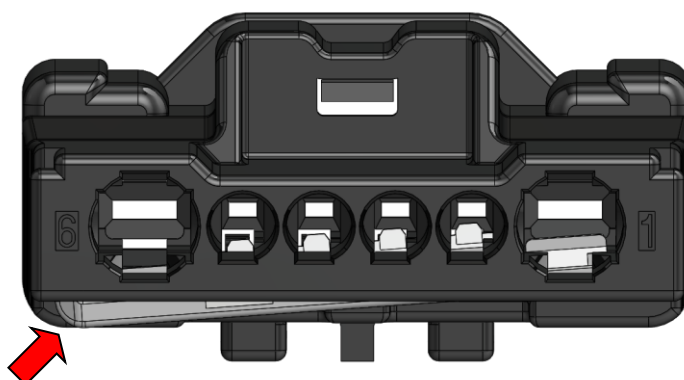

Figure 32 TPA positioned improperly - unacceptable / Double verrouillage mal positionné – non acceptable
- TPA should be in a fully set position, locked on both sides. Its function is jeopardized if it is not set and locked properly (see Figure 32);
- *Le double verrouillage doit être verrouillé de chaque côté. Sa fonction est compromise s'il n'est pas fermé et verrouillé correctement (voir figure 32).*